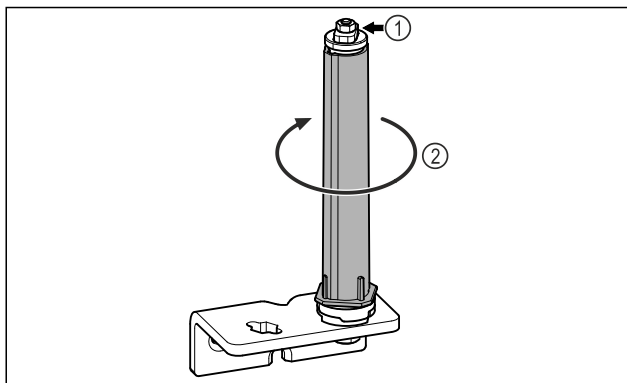

Fig. 21
- Türschließsystem Fig. 21 (1) nicht zerlegen.
- Schließsystem Fig. 21 (2) drehen, bis es klickt.